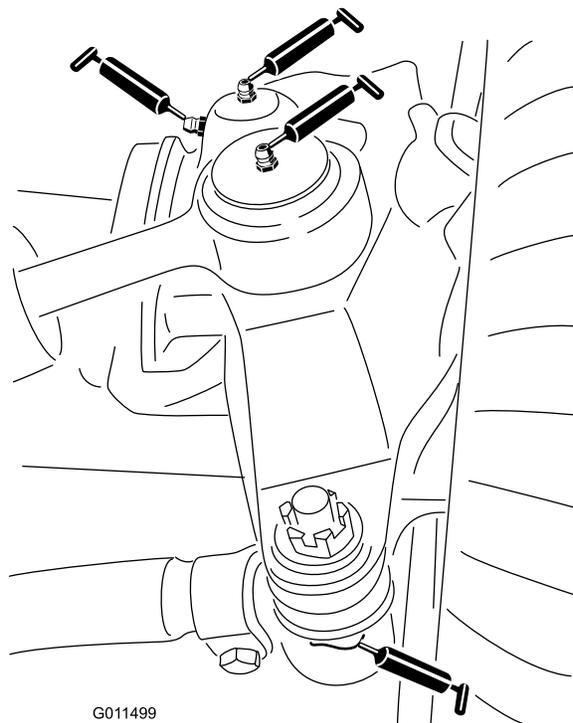

Figura 60
- Articulaciones esféricas del cilindro de dirección (2) (Figura 60)
- Articulaciones esféricas de las bielas (2) (Figura 60)
- Casquillos del pivote de dirección (2) (Figura 60). **El punto de engrase superior del pivote de dirección debe lubricarse solamente cada año (2 aplicaciones).**